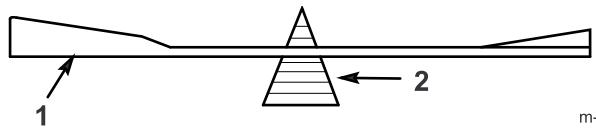

Figure 40
- Vérifiez l'équilibre de chaque lame en la plaçant sur un équilibrEUR (Figure 40). Si la lame reste horizontale, elle est équilibrée et peut être utilisée. Si la lame est déséquilibrée, limer un peu le dos de la lame. Répétez la procédure jusqu'à ce que toutes les lames soient équilibrées.